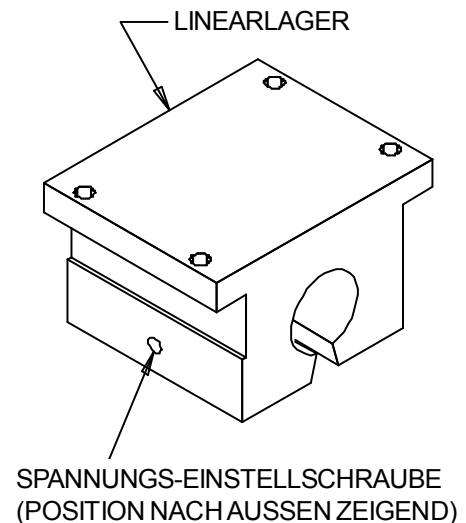

ABB. 14
SCHRITT 3 – Setzen Sie ein neues Linearlager auf das Ende der Schlittenwelle auf, die Spannungs-Einstellschraube muss dabei nach außen weisen. Siehe ABB. 14. Stellen Sie die Spannungsschraube des Linearlagers so ein, dass es kein Spiel zwischen dem Linearlager und der Schlittenwelle mehr gibt, wenn Sie versuchen, das Linearlager radial um die Schlittenwelle zu verdrehen.